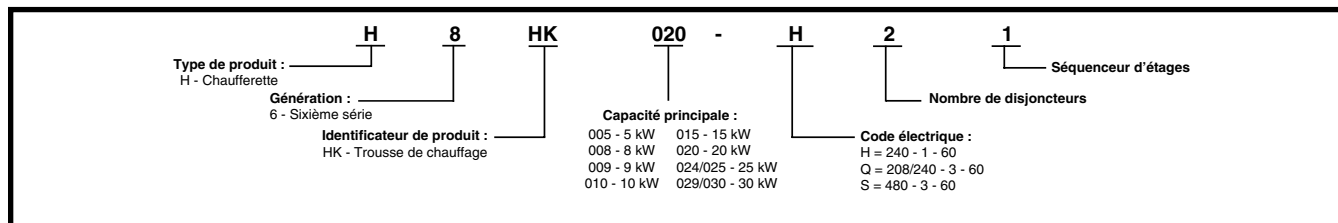

Figure 1. Code d'identification de la trousse de chauffage
- Les trousse de chauffage électrique de 20, 24 et 29 kW ne sont PAS approuvées pour les appareils de traitement d'air installés dans une armoire A. Les trousse de 24 et 29 kW conviennent aux appareils de traitement d'air à armoire C B6, MB7, HMG, HMB et HCG. Pour toutes les applications de trousse de chauffage, utilisez le Tableau 1, Tableau 2, Tableau 3 (page 6), et la Figure 1 (page 5).